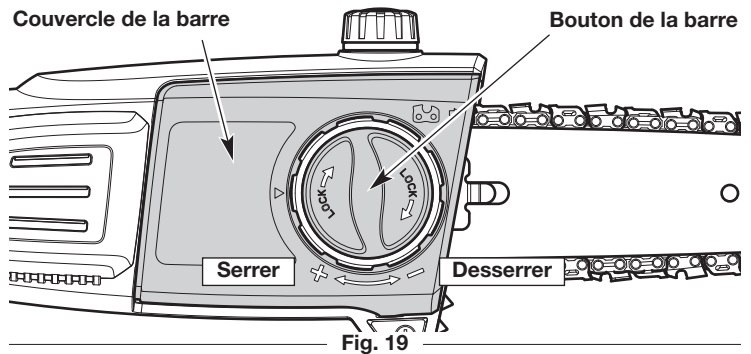
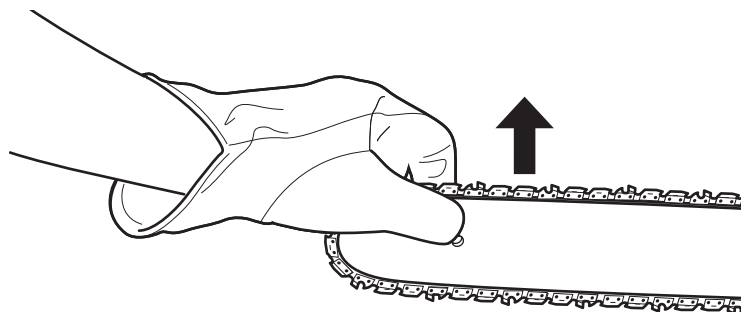
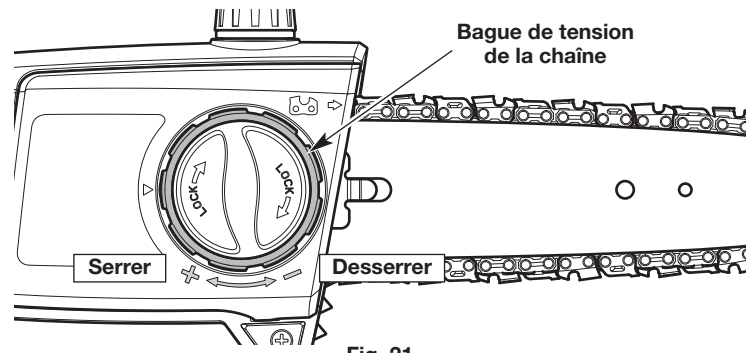
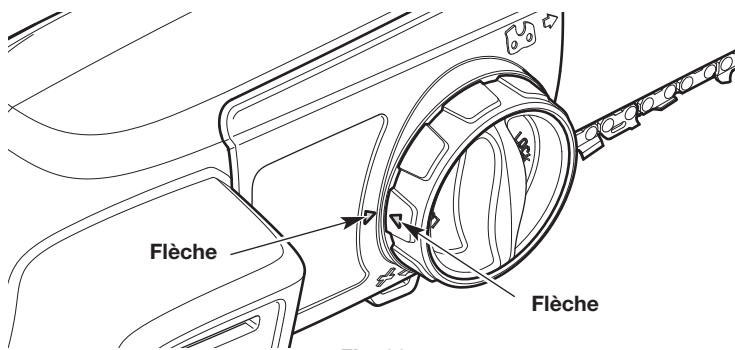

Fig. 19
Fig. 20
Fig. 21
Fig. 26
1. Tourner le bouton de la barre dans le sens antihoraire pour desserrer légèrement le revêtement de la barre (Fig. 19). **NE PAS** retirer le revêtement de la barre.
2. Maintenir la barre de guidage tournée vers le haut (Fig. 20) et tourner la bague de tension de la chaîne pour régler la tension (Fig. 21).
3. Continuer à maintenir la barre de guidage tournée vers le haut (Fig. 20). Tourner le bouton de la barre dans le sens horaire pour serrer légèrement le revêtement de la barre (Fig. 19).
1. Tourner le bouton de la barre dans le sens antihoraire pour desserrer le revêtement de la barre (Fig. 19).
5. Tournez la bague de tension de chaîne (Fig. 21) jusqu'à ce que la flèche de la bague de tension de chaîne s'aligne avec la flèche sur le couvercle de la barre (Fig. 26).
7. Tourner la bague de tension de la chaîne (Fig. 21) dans le sens horaire jusqu'à ce que le revêtement de la barre soit relié au logement du moteur et que la barre de guidage commence à se bouger vers l'avant.
8. Tourner le bouton de la barre dans le sens horaire pour serrer légèrement le revêtement de la barre (Fig. 19). **NE PAS** serrer complètement le bouton de la barre.
10. Maintenir la barre de guidage tournée vers le haut (Fig. 20). Tourner le bouton de la barre dans le sens horaire pour serrer légèrement le revêtement de la barre (Fig. 19).